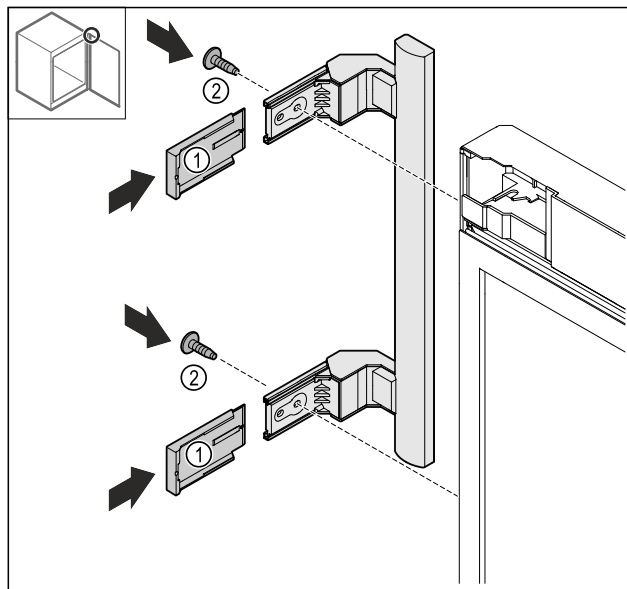

Fig. 22
- Pousser les caches Fig. 22 (1).